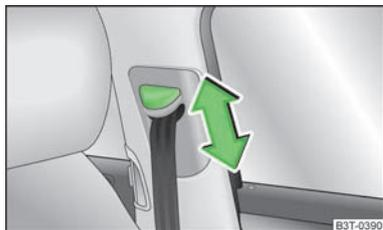

Fig. 140
- > Carregue e empurre o suporte do cinto para a posição pretendida, para cima ou para baixo » Fig. 140.